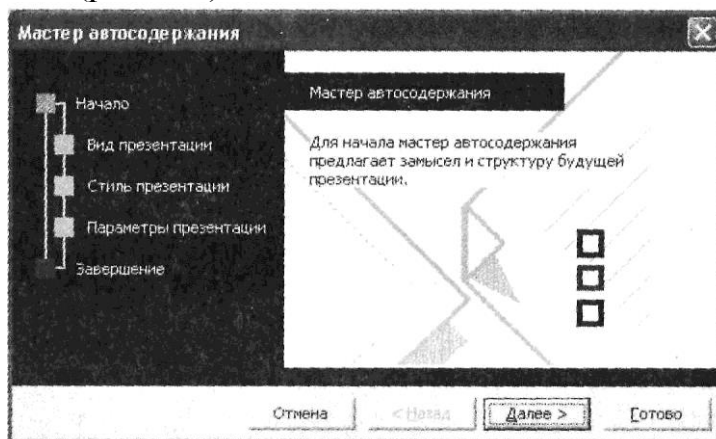

Рис. 1.3. Мастер автосодержания
**Создание презентации при помощи *Мастера автосодержания*.** Этот способ создания презентации можно считать самым легким, но и самым стандартизованным. Мастер, как и большинство мастеров, задает вам вопросы, собирает тем самым необходимую информацию и предлагает на ее основе набор слайдов по указанной теме. Запуск *Мастера автосодержания* производится из меню *Файл => Создать*, затем в области задач выбираем команду *Создание — Из мастера автосодержания* и, следуя его указаниям, создаем презентацию (рис. 1.3).